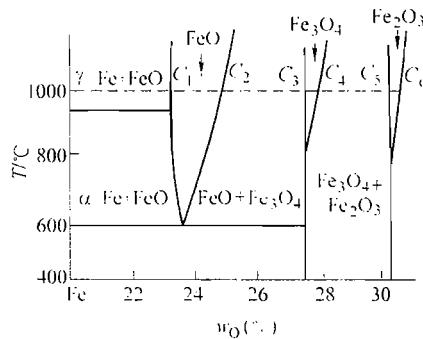

图 25-1 第二题第 5 小题图
5. 利用 Fe-O 相图（见图 25-1），分析纯铁在 1000℃ 氧化时，氧化层内的组织与氧浓度分布规律，画出示意图。